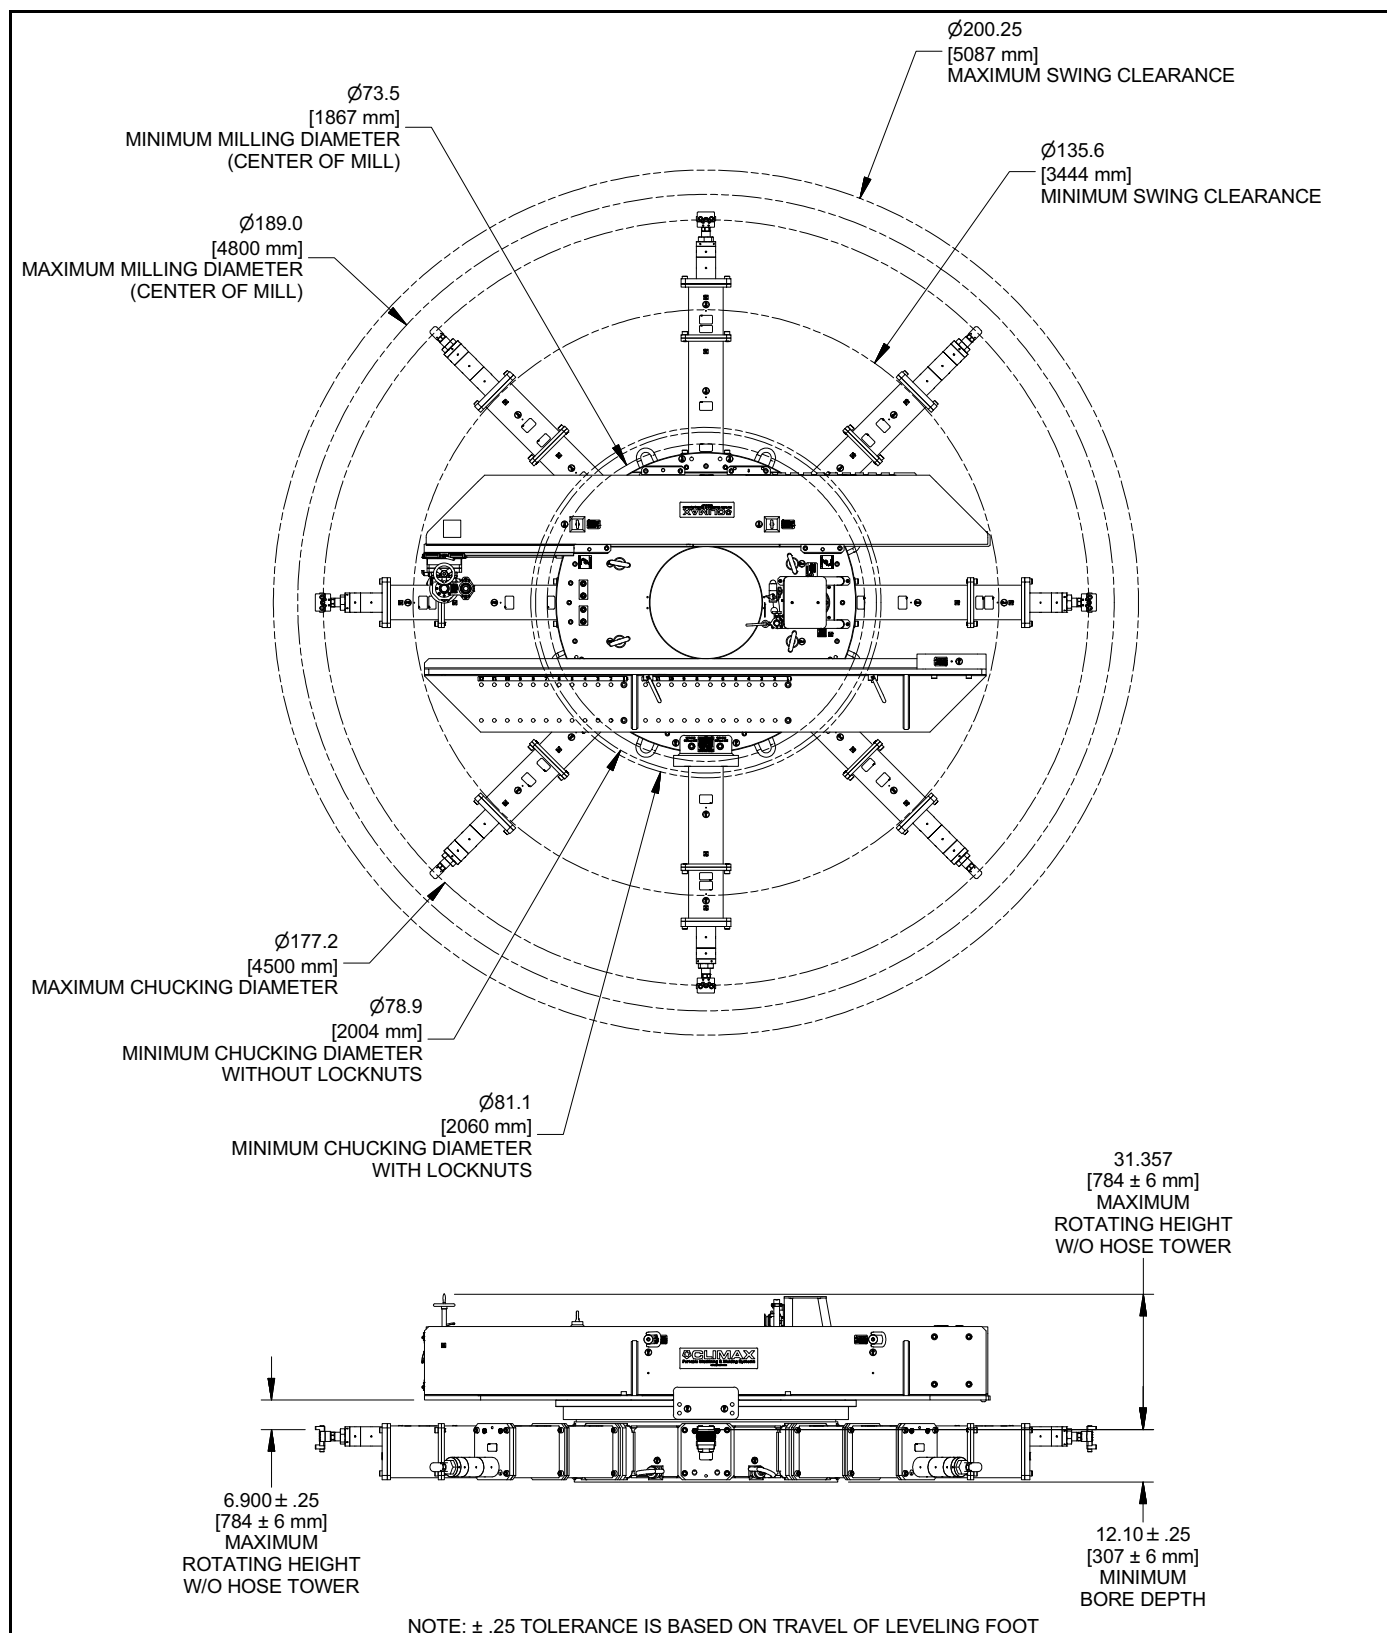

РИС. 2-4. РАБОЧИЕ РАЗМЕРЫ В КОНФИГУРАЦИИ ID
- В конфигурациях ID: с внутренним диаметром 78,9–177,2 дюйма (2000–4500 мм) (см. Рис. 2-4 на стр. 18)